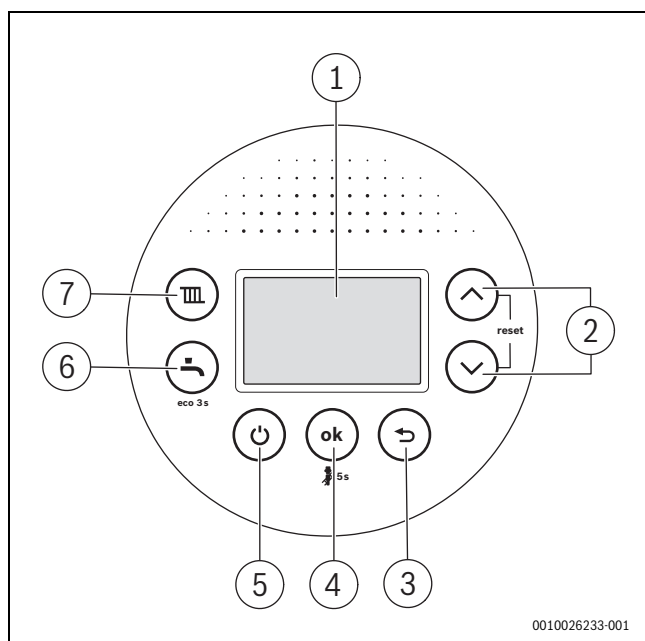

Fig. 134 Aperçu du tableau de commande
Après la mise en service, la touche  (→ fig. 134, [5]) démarre ou arrête simultanément le chauffage et la production d'eau chaude sanitaire sans interrompre l'alimentation électrique.
- ▶ En fonctionnement normal, désactiver l'appareil avec la touche  (→ fig. 134, [5]).